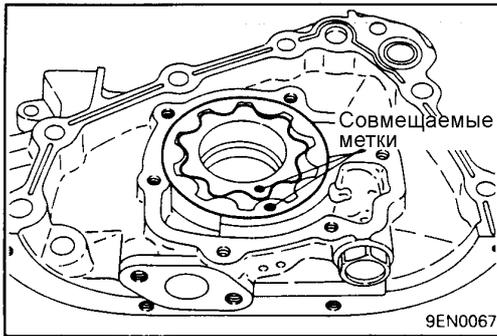

Рис. 11.47
- (1) Смажьте моторным маслом роторы, и установите их, совместив при этом ранее нанесенные метки (рис. 11.47).